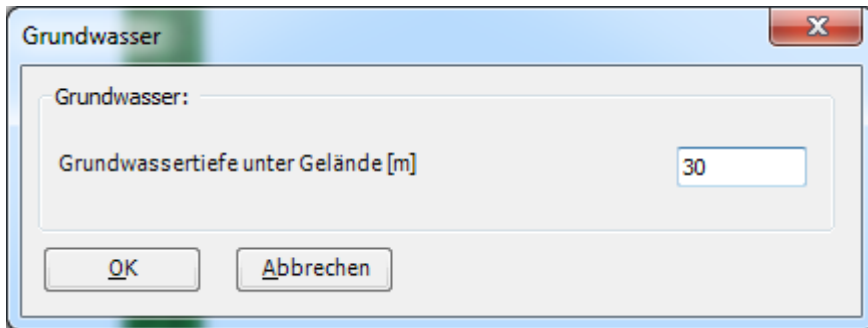

Bild 11.25 Dialogfeld "Grundwasser unter Gelände"
- Doppelklicken Sie auf Grundwasserspiegel. Das Dialogfeld (Bild 11.25) erscheint, um das Grundwasser unter Gelände zu modifizieren